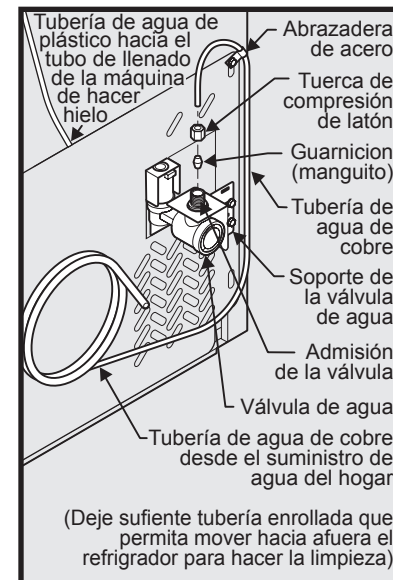

Figura 1
4. Si usa tuberías de cobre: deslice la tuerca de compresión de latón y luego la férula (manguito) en la tubería de suministro de agua. Empuje la tubería de suministro de agua hacia dentro de la entrada de la válvula de agua lo más posible (1/4 de pulgada). Deslice la férula (manguito) en la entrada de la válvula y apriete manualmente la tuerca en la válvula. Apriete otra media vuelta con una llave; NO apriete en exceso. Vea la Figura 1.